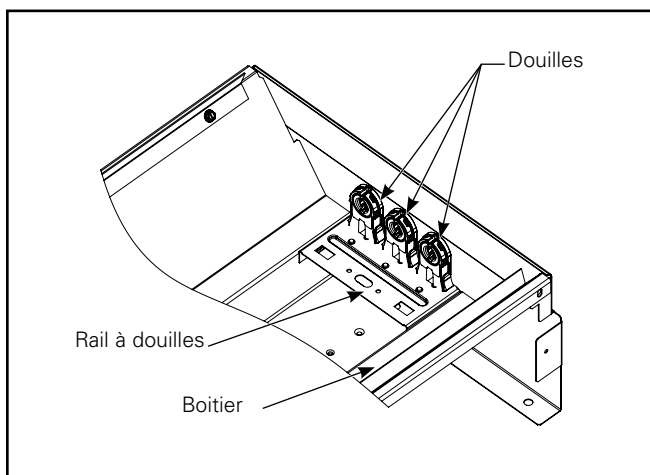

Figure 2.
2. Retirez les douilles et les rails à douilles du luminaire (Figure 2).